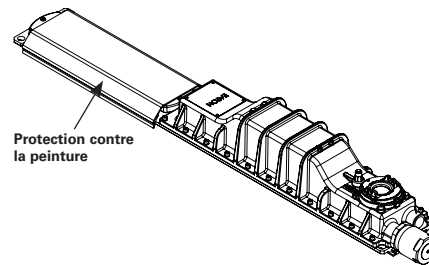

Figure 13
2. Placer la protection au-dessus de la surface lumineuse, la partie concave vers le luminaire (voir la figure 13).